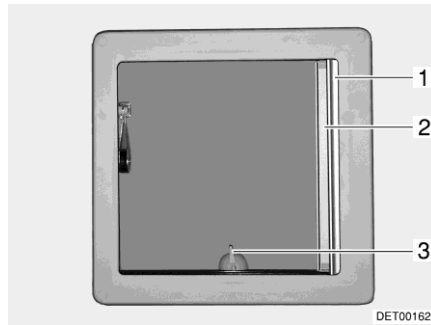
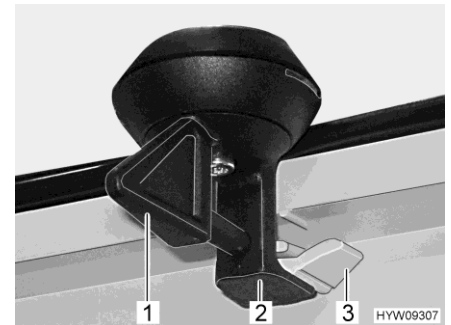

Fig. 75 Oblò inclinabile
Fig. 76 Bloccaggio (oblò inclinabile)
- Ruotare la leva (Fig. 75,3 o Fig. 76,1) di un quarto di giro.
- Girare la leva di un quarto di giro. Il bloccaggio (Fig. 76,2) deve entrare nell'aggancio inferiore (Fig. 76,3).
- Tirare la tendina oscurante pieghevole (Fig. 75,1) fino alla posizione desiderata e rilasciare. La tendina oscurante pieghevole rimane in questa posizione.
- Estrarre la zanzariera a rullo (Fig. 75,2) fino a quando non scatta il bloccaggio dalla parte opposta.